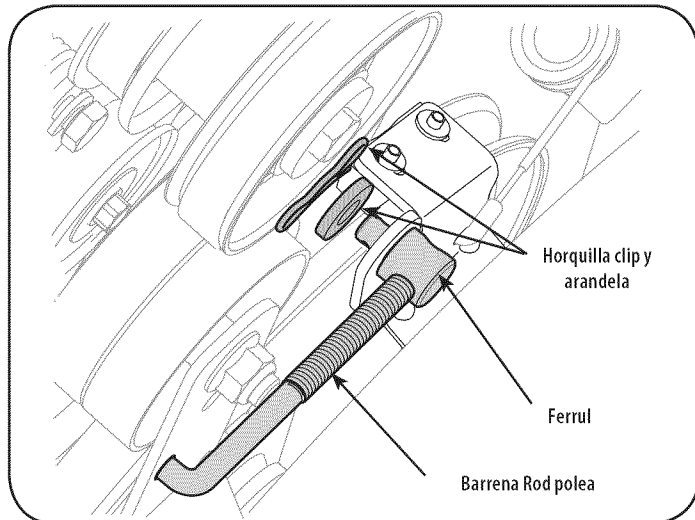

Figura 31
1. Retire el arco-tie clip y arandela plana de la virola con el fin de desconectar la varilla de barrena de la polea del freno soporte de montaje. Vea la Figura 31.